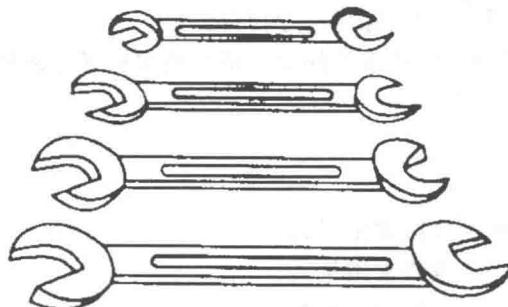

图 1-1 呆扳手
(1) 呆扳手(如图1-1)。呆扳手按形状有双头呆扳手和单头呆扳手之分。其作用是紧固、拆卸一般标准规格的螺母和螺栓。这种扳手可以直接插入或套入,使用较方便。扳手的开口方向与其中间柄部错开一个角度,通常有 15° 、 45° 、 90° 等,以便在受限制的部位中扳动方便。